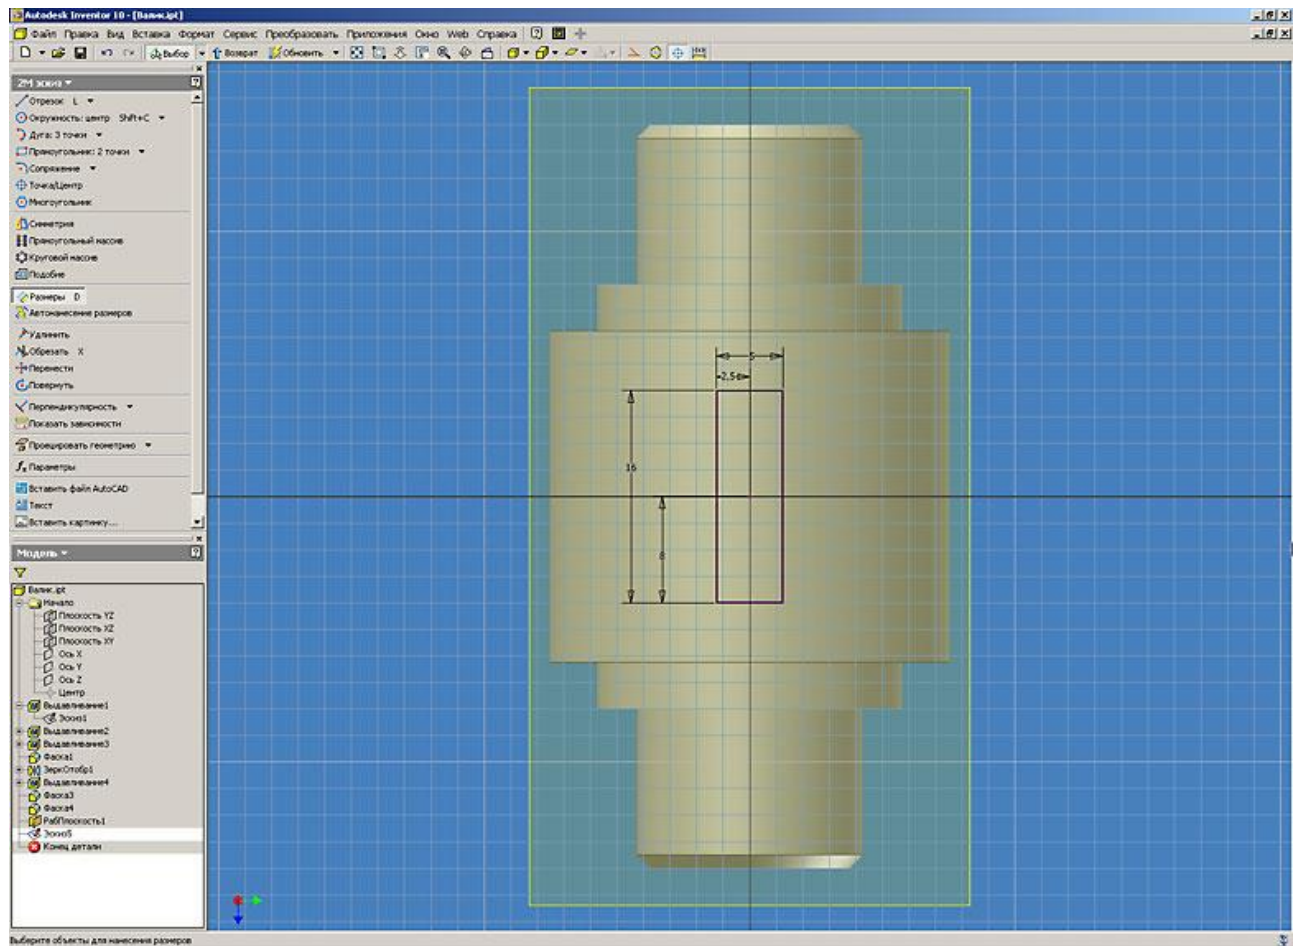

Рис. 15. Autodesk Inventor. Работа с конструктивными элементами
15. При помощи команды “Прямоугольник” выполняем построение геометрии будущего паза и назначаем размеры для полного определения эскиза. Для привязки размеров эскиза используем проекцию базовой точки начала координат (рис. 15).